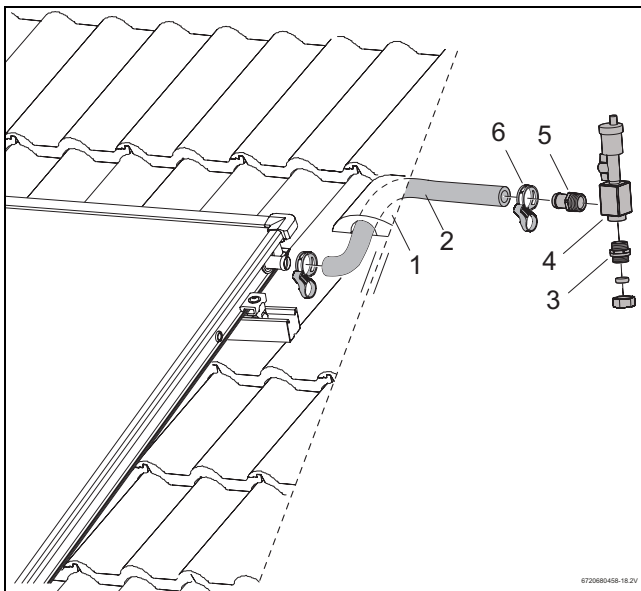

Fig. 51 Montaje del tubo solar a la conexión de impulsión
- ▶ Coloque el tubo solar largo (1000 mm, Fig. 51, [2]) en la conexión de impulsión del campo de colectores y fíjelo con una abrazadera.
- ▶ Introduzca el tubo solar junto con el cable de la sonda a través de la teja de ventilación (Fig. 51, [1]) y del aislamiento del tejado.
- ▶ Enrosque fijamente la boquilla portatubo R $\frac{3}{4}$ con junta tórica (Fig. 51, [5]) y la boquilla doble con junta tórica (Fig. 51, [3]) en el acumulador de aire (Fig. 51, [4]).
- ▶ Introduzca la boquilla portatubo hasta el tope en el tubo solar y fjela con una abrazadera (Fig. 51, [6]).
- ▶ Conecte el tubo colector a la rosca de conexión (Fig. 51, [3]).